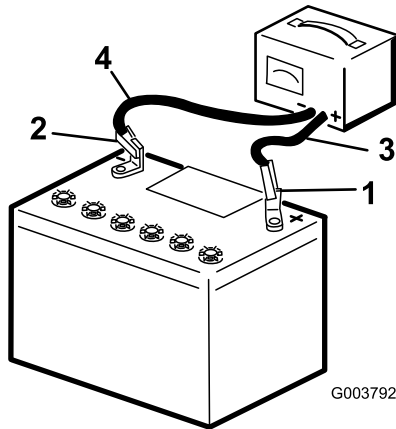

Figura 39
2. Caricate la batteria a 3–4 ampere per 4–8 ore (Figura 39). Non sovraccaricate.
3. Quando la batteria è completamente carica, staccate il caricabatterie dalla presa elettrica e scollegate i cavi di ricarica dai poli della batteria (Figura 39).